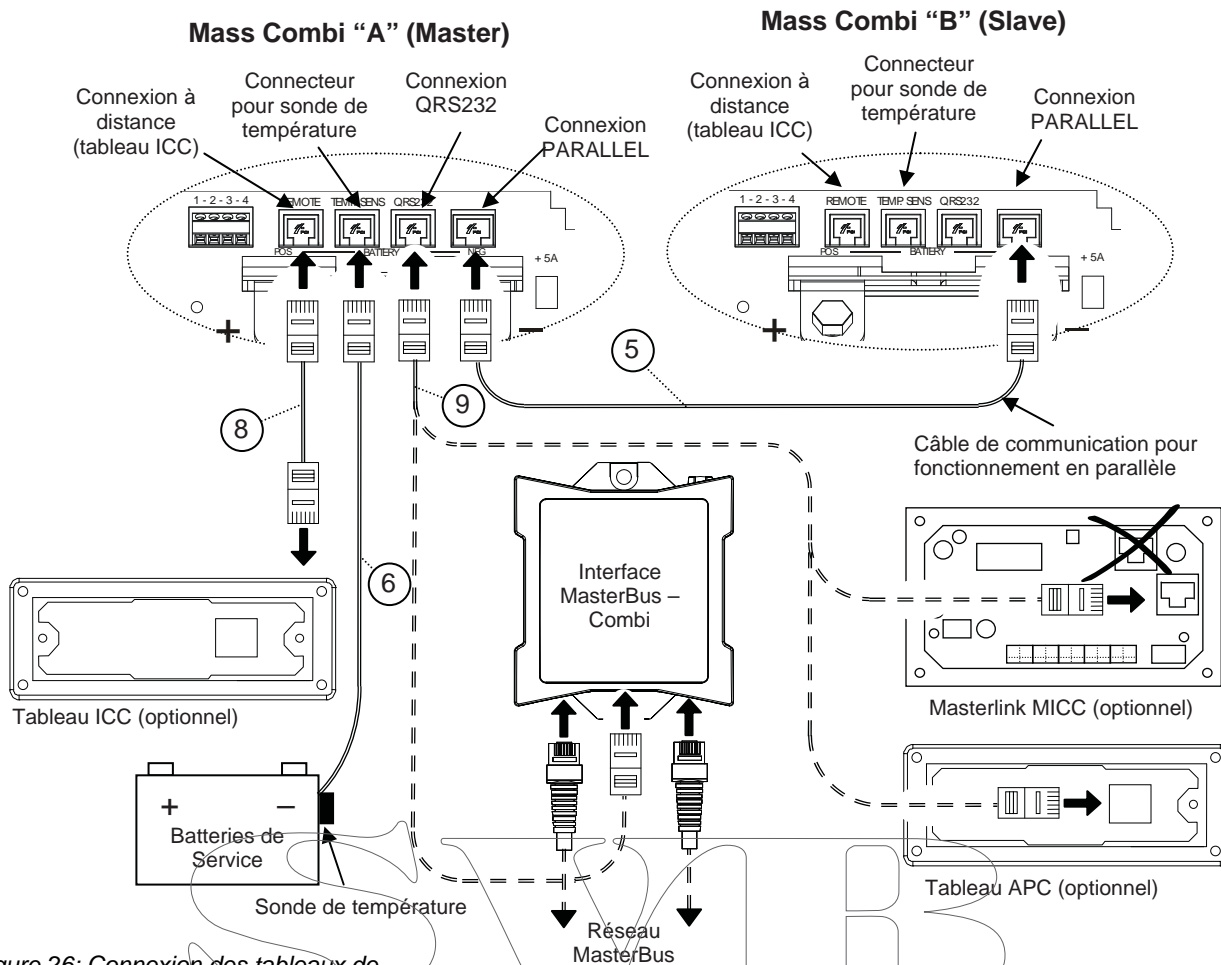

Figure 26: Connexion des tableaux de télécommande, des sondes de température et du câble de communication pour fonctionnement en parallèle
- Voir référence ②. Connecter les bornes "OUTPUT POWER" du Combi B au groupe de distribution de puissance.
- Voir référence ③. Connecter les bornes "OUTPUT SHORT BREAK" des Combi A et B à la distribution inverseur. Ne pas inverser les fils L, N et PE !
- Voir référence ④. Faire passer les câbles C.C. entre la distribution C.C. et chaque Mass Combi. Connecter le fil rouge à la connexion plus (+), et le fil noir à la connexion moins (-). Ne pas installer les fusibles C.C. de la distribution C.C. avant que toute l'installation ne soit terminée (voir chapitre 7).
- Voir la figure 26, référence ⑤. Faire passer le câble de communication modulaire à 8 pôles entre le Combi A et le Combi B. Connecter ce câble à la fiche du "PARALLEL".
- Voir référence ⑥. Attacher la sonde de température à la batterie de service et faire passer le câble dans le Combi A, puis connecter le connecteur RJ12 à l'entrée "TEMP.SENS"
1 Voir Figure 26, référence ⑧. Si vous souhaitez installer le tableau de télécommande ICC, faire passer le câble de communication entre le Mass Combi A et le tableau. Connecter le connecteur RJ12 à l'entrée "REMOTE" (Data Bus Connections) du Mass Combi A.